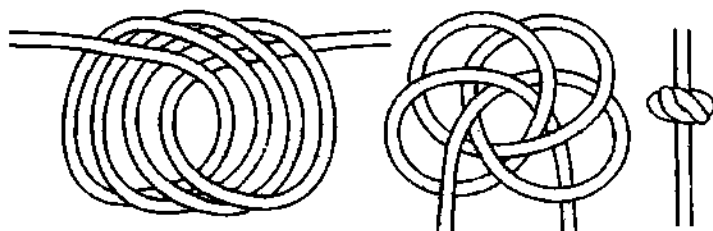

Рис. 109. Четырѐхпетельный узел.
*Четырѐхпетельный узел* – это надёжный стопор, который очень быстро вяжется, и имеет большой размер (рис. 109). После того как узел затянется, его очень тяжело развязать. *Четырѐхпетельный узел* выглядит очень красиво и поэтому часто используется в декоративных целях.